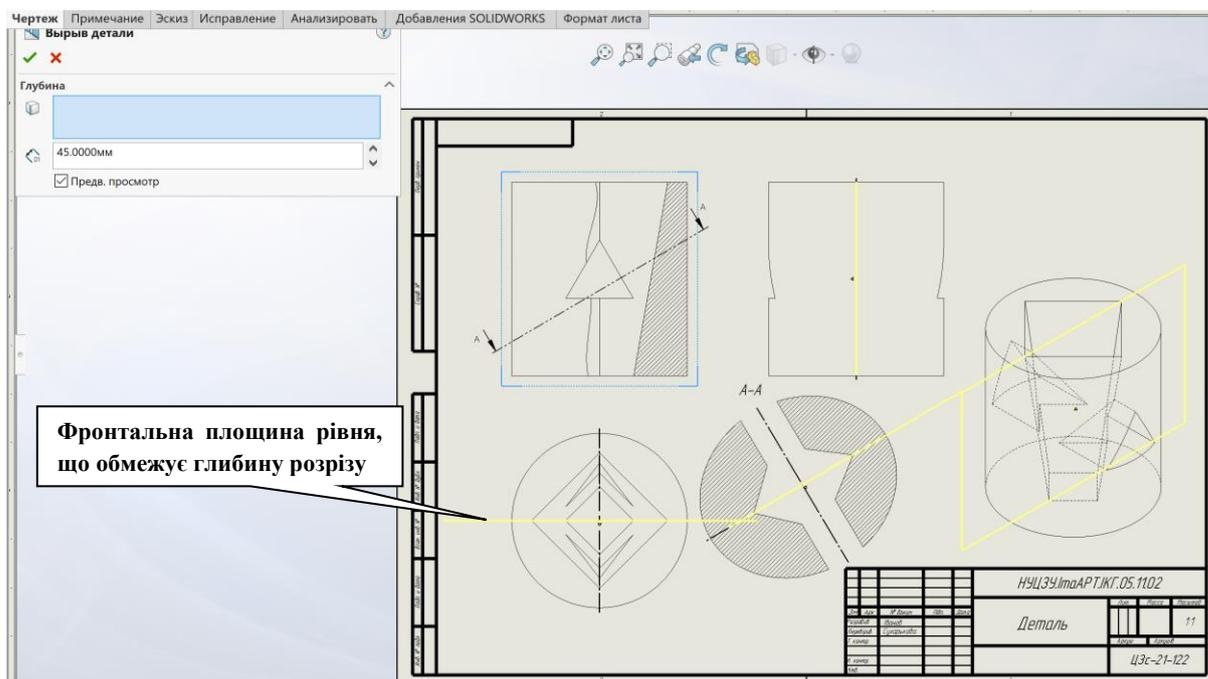

Рисунок 4.13 – Суміщення половини виду Спереду з фронтальним розрізом
- на панелі **Кресленик** обрати кнопку **Вирив деталі**  вказати глибину розташування січної площини. Натиснути ОК . Система побудує фронтальний розріз (рис. 4.13).